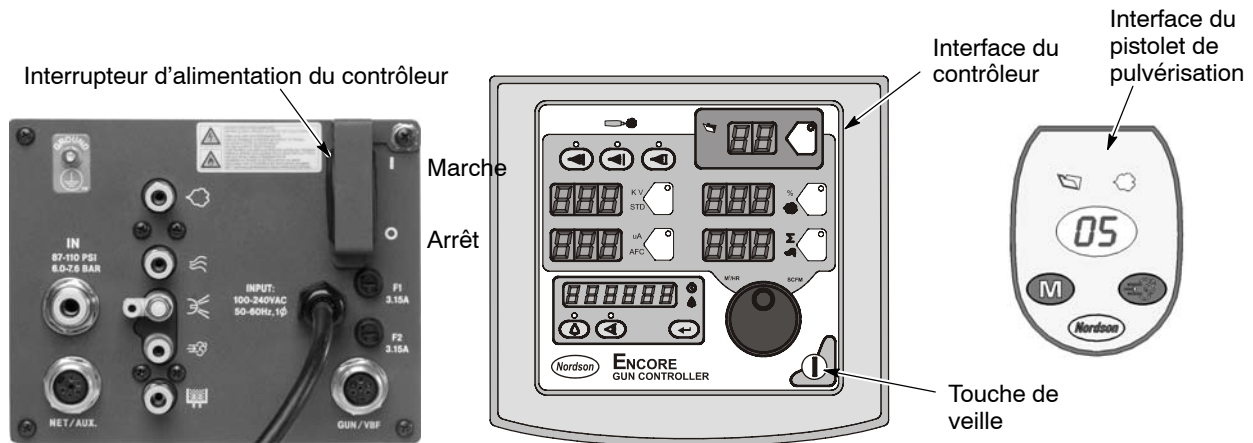

Fig. 3-1 Commandes du système
4. Voir la figure 3-1. Vérifier que le pistolet n'est pas activé, puis mettre le contrôleur sous tension. Les afficheurs ainsi que les icônes sur l'interface du contrôleur et sur l'interface du pistolet devraient s'allumer.
La touche de **veille** illustrée dans la figure 3-1 sert à éteindre l'interface et à désactiver le pistolet de pulvérisation pendant les interruptions de la production. Lorsque l'interface du contrôleur est éteinte, le pistolet de pulvérisation ne peut pas être déclenché et l'interface de celui-ci est désactivée.